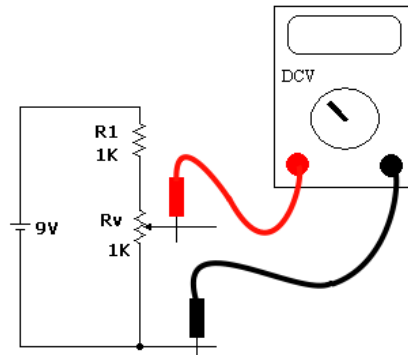

Figura 10 – Divisor de tensão ajustável com limite superior de tensão
- 9) Para o circuito da Figura 10 calcule a máxima e a mínima tensão que o instrumento pode ler. Anote na tabela 4.
- 10) Monte o circuito da Figura 10 na MP de acordo com o *layout* sugerido da Figura 11. Meça a tensão entre o cursor do potenciômetro e o terra (polo negativo da bateria) para eixo todo horário e todo anti-horário. Anote os valores medidos na tabela 4.